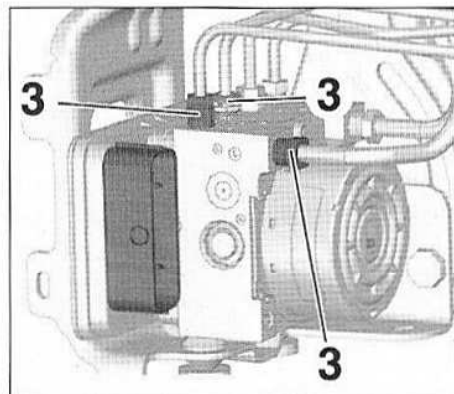

FIG.32
- Desserrer les raccords des canalisations (3) sur le groupe électrohydraulique (Fig.32).